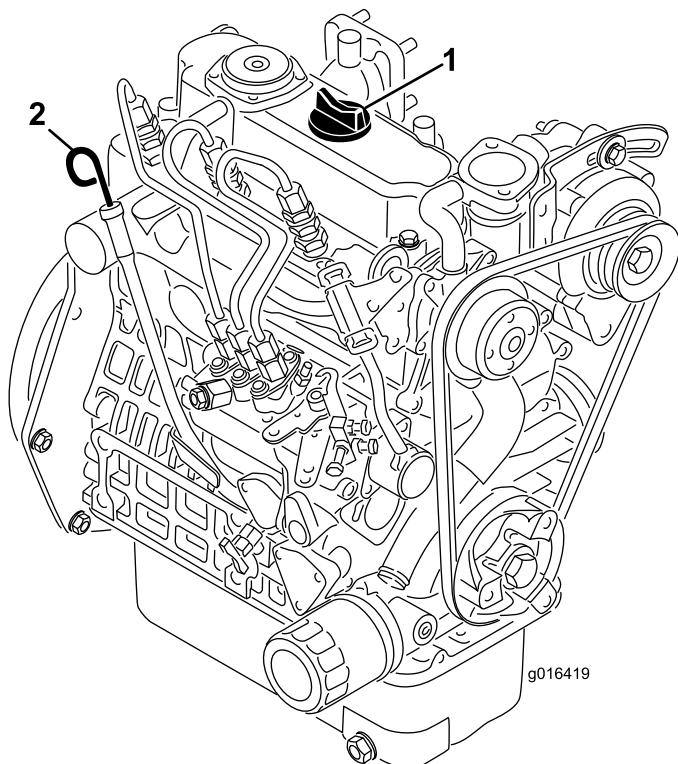

図 22
2. ディップスティックを抜きウェスで一度きれいに拭く(図 22)。ディップスティックを、チューブの根元までもう一度しっかりと押し込む。首から引き抜いて油量を点検する。油量が足りなければ、バルブカバーについている補給口のキャップを取り、ディップスティックの FULLマークまで **ゆっくりと** 補給する。補給するときはディップスティックで確認しながら少量ずつ入れる**入れすぎないこと。**